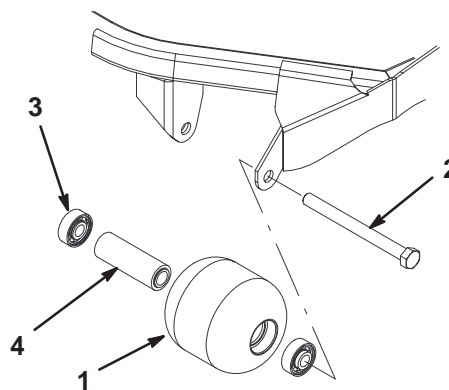

Figure 16
1. Déposez le boulon de la lame (Fig. 16).
4. Contrôlez l'état du logement de rouleau, des roulements et de l'entretoise de roulements (Fig. 16). Remplacez les composants endommagés et procédez au remontage.
1. Enfoncez le premier roulement dans le logement avec la presse (Fig. 16). Exercez la pression sur la bague extérieure seulement, ou uniformément sur les bagues intérieure et extérieure.
2. Introduisez l'entretoise (Fig. 16).
3. Enfoncez le second roulement dans le logement (Fig. 16) en exerçant une pression uniforme sur les bagues intérieure et extérieure jusqu'à ce que la bague intérieure entre en contact avec l'entretoise.